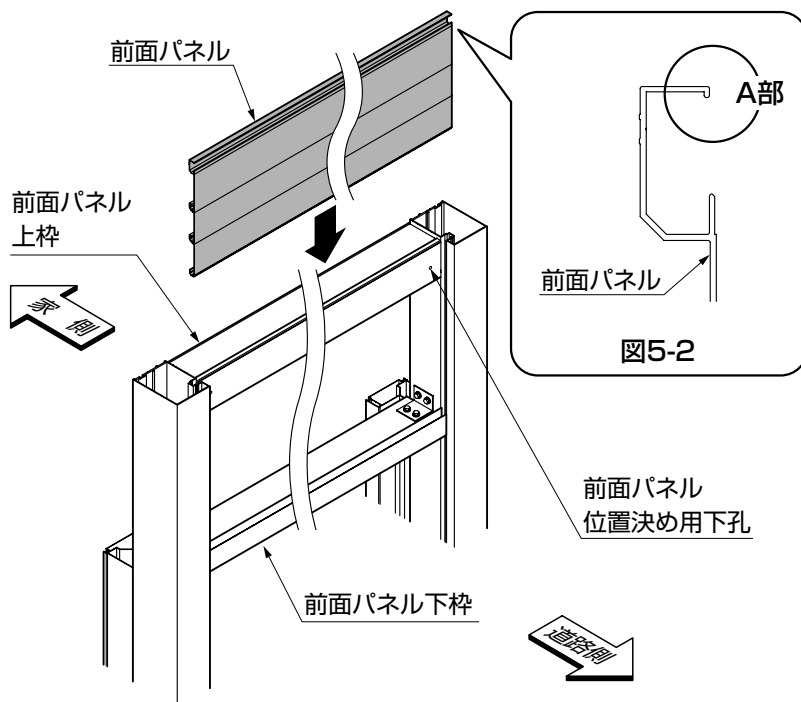

図5-1
①前面パネルを柱の溝に上から差込んでください。(図5-1参照)